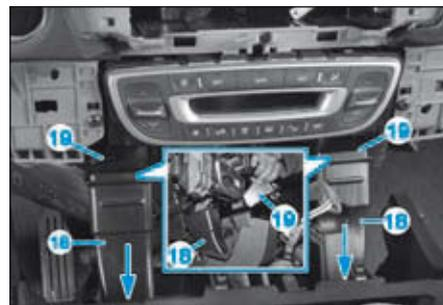

FIG.36
- Tirer vers le bas les conduits d'aération (18) (flèches) pour dégrafer et déposer les prolongateurs (19) (Fig.36).